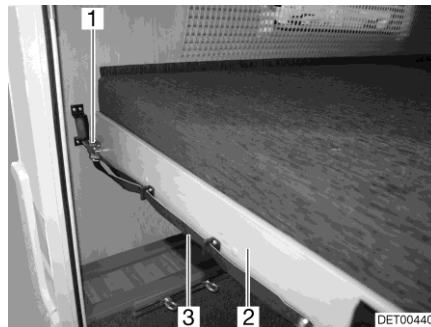

Bild 89 Våningssäng (bak)
- Dra i bandet (Bild 89,3) och lossa spärren (Bild 89,1).
- Dra fram ribbotten (Bild 89,2) med madrassen så att den hakar i.